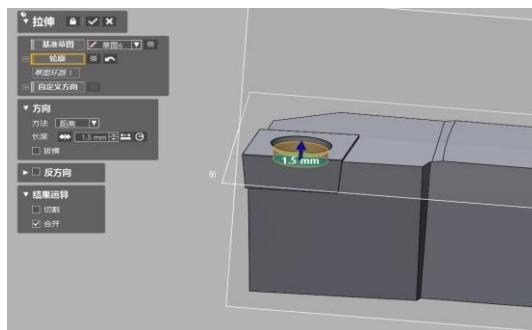

图 4.81 拉伸对话框
23) 点击菜单栏模型》(创建实体下)拉伸图标 ，弹出拉伸对话框，轮廓选择草图 6，方向长度 1.5mm，结果运算：合并，如图 4.81 所示，点击确定完成，效果如图 4.82 所示。